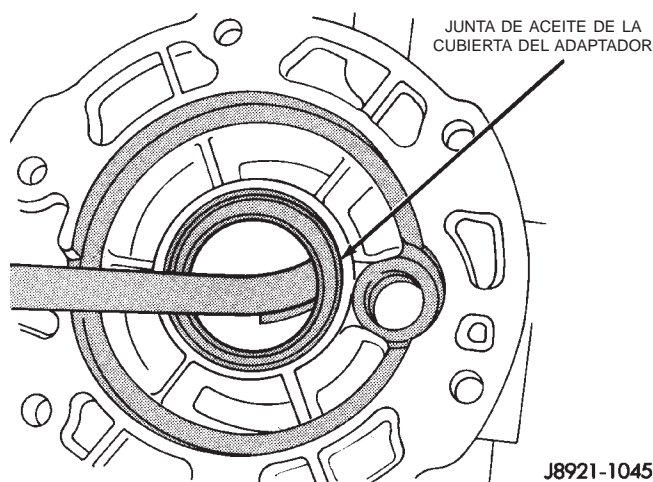

Fig. 14 Desmontaje de la junta de la cubierta del adaptador
- (1) Eleve y apoye el vehículo.
- (2) Retire la caja de cambios.
- (3) Utilice una alzaprima adecuada o un tornillo montado en un martillo de percusión para retirar la junta de la cubierta del adaptador (Fig. 14).